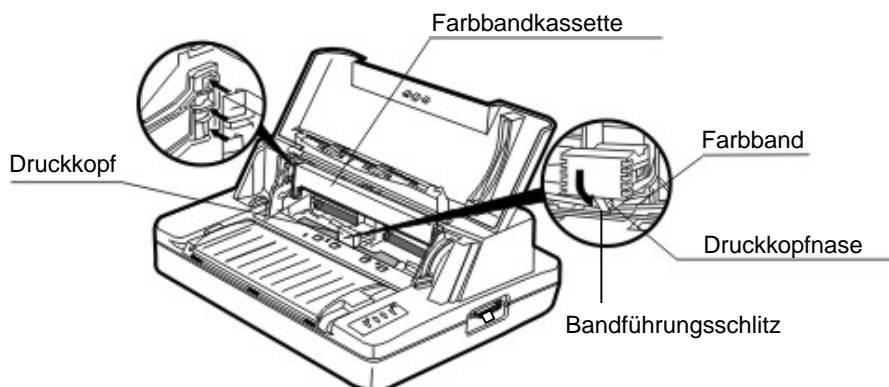

Abbildung 2-7 Installation der Farbbandkassette
- 6 Die Farbbandkassette beim Einbau mit beiden Händen so halten, dass das Band nach unten zeigt (s. Abbildung 2-7).